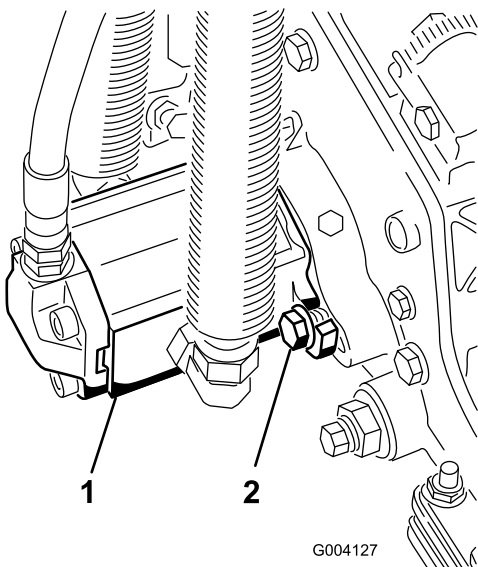

Рисунок 13
- Установите двигатель, повернув его по часовой стрелке так, чтобы фланцы двигателя не закрывали болты (Рисунок 13).